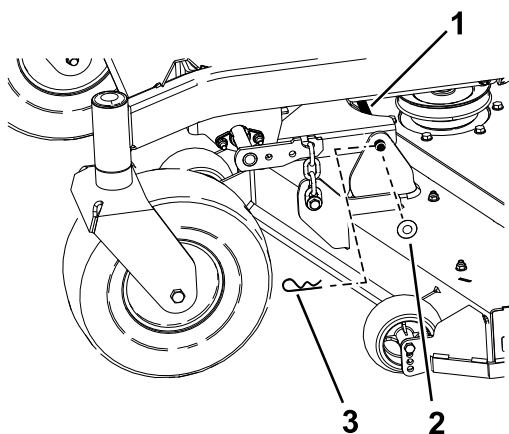

Figura 75
6. Îndepărtați tiftul în formă de agrafă și piulia care fixează bolul de articulație pe cadru și punte și îndepărtați bara articulată (Figura 75).
9. Fixai bolul de articulaie cu tifturile în formă de agrafă i piuliele îndepărtate anterior (Figura 75).